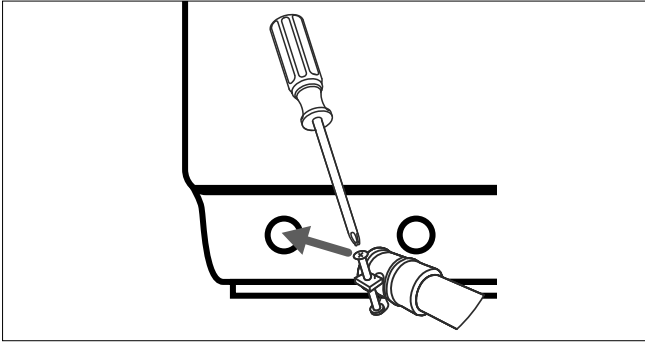

Fig. 7 – Raccordement de l'évacuation d'eau
Raccordez le tuyau d'évacuation d'eau au raccord d'évacuation d'eau (26) situé au dos de l'appareil et fixez-le avec un collier (voir Fig. 7).